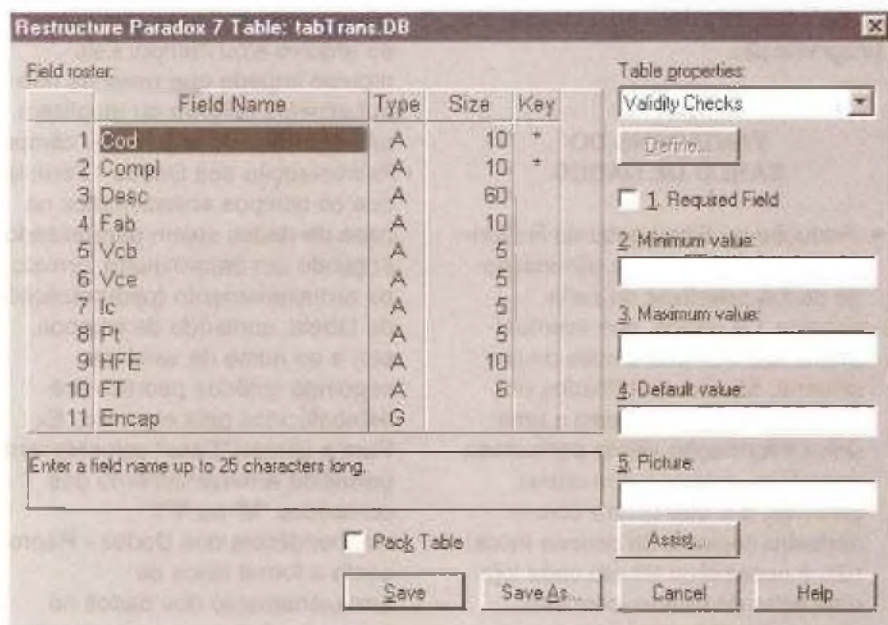

Fig. 2 - A estrutura da tabela.
- *Size* é o tamanho do campo, usado somente em alguns tipos de campos (veja fig. 2).